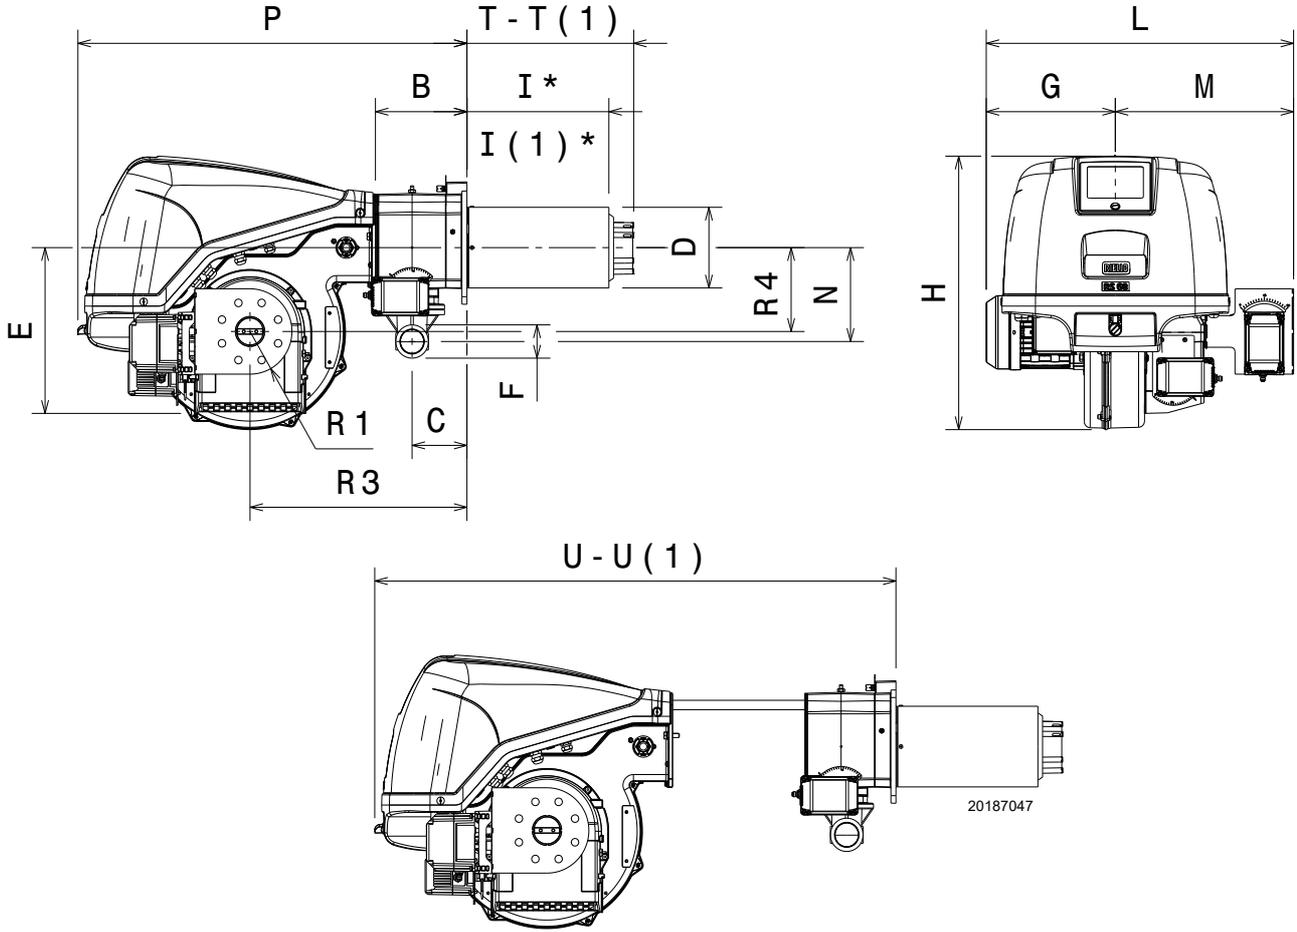

图 1
燃烧器的最大尺寸见图 1。
* 锅炉炉门最大厚度参考尺寸“l” (图 1)。